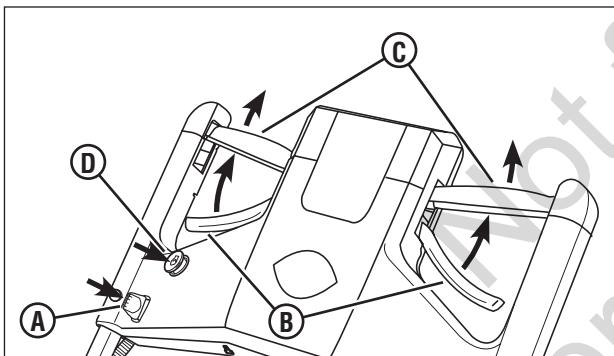

Figura 3: Encendido del cortacésped
1. Enchufe la llave de acceso (A, **Figura 3**) en la ranura de conexión de la consola de control.
2. Apriete el control de la cuchilla (B) contra el control de transmisión (C).